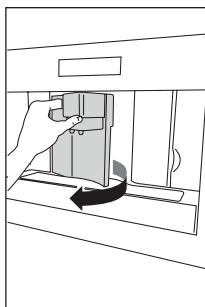
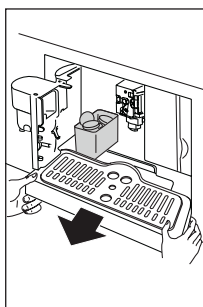
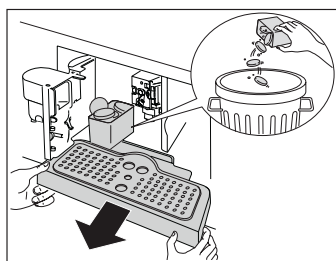

Рис. 23
Рис. 24
Рис. 39
- ▶ Для очистки откройте сервисную дверцу в передней части, потянув за краник выдачи кофе (Рис. 23), извлеките поддон (Рис. 24), слейте из него воду и очистите его (Рис. 39).